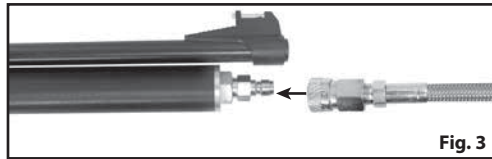

Fig. 3
6. Conecte o encaixe de desconexão rápida que está na mangueira da bomba manual ao bocal de enchimento (Fig. 3).
7. Conecte o encaixe de desconexão rápida que está na mangueira do adaptador ao bocal de enchimento (Fig. 3).